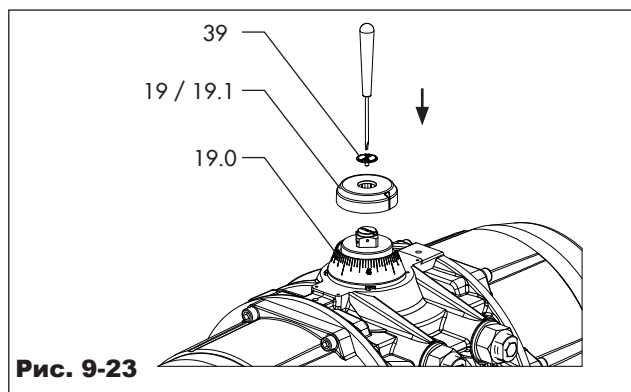

Рис. 9-23
См. рис. 9-1 и рис. 9-23.
- Затяните винт указателя (39), если имеется. (Рис. 9-23)